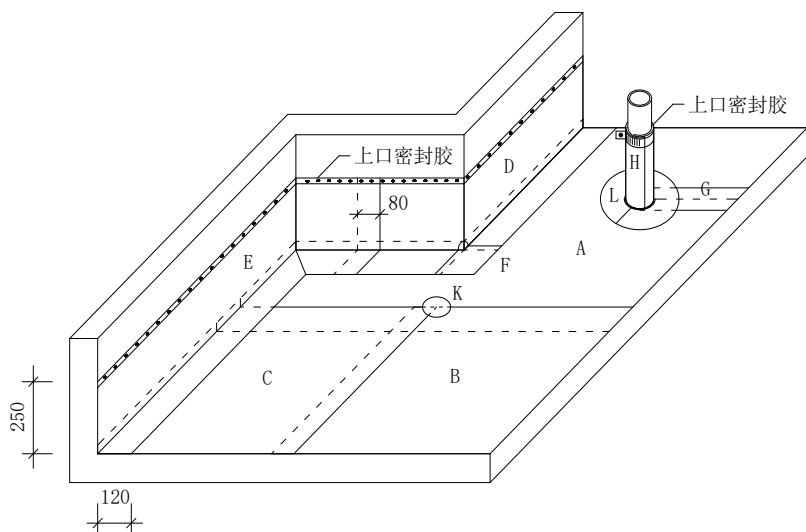

图6 立面防水搭接及卷材压条收口密封
(8) 所有立面和节点处理采用 1.5 厚 H 类 PVC 防水卷材。立面卷材下翻至平面 120mm，盖住 U 型压条。立面卷材由 2 块组成，竖向搭接宽度 80mm（图 6）。